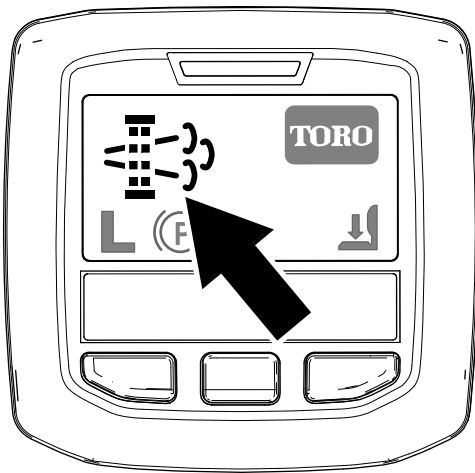

Figura 26
- El icono de regeneración con la máquina aparcada aparece en el InfoCenter (Figura 26).